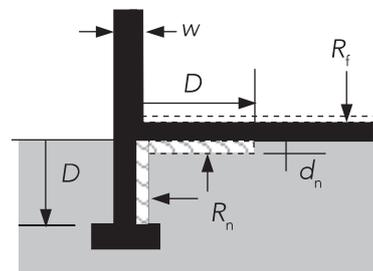

Figure 10
2. Plancher à isolation périphérique (cf. figure 10)